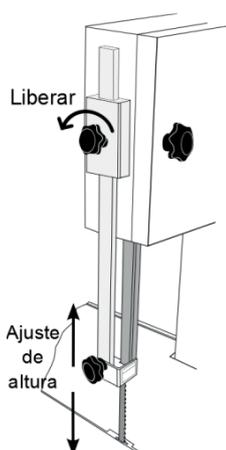

Fig. 6a. GUARDA DE CINTA SIERRA
Para ajustar la guarda gire la manija superior (24) (fig. 6a) en sentido anti horario, ajuste la guarda a una altura suficiente para poder cortar el producto dejando el resto de la cinta sierra cubierta. Asegure nuevamente la guarda con ayuda de la manija superior girándola en sentido contrario.